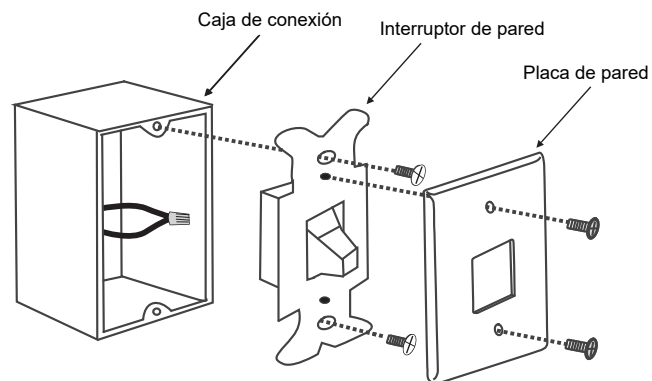

Fig. 22
**Paso 1.** Retire la placa de pared preexistente y el interruptor de pared de la caja de conexión preexistente. Desconecte los cables del interruptor. Conecte los cables NEGROS (calientes) y empuje los cables hacia atrás dentro de la caja de conexión en la pared (**Fig. 22**). O seleccione una ubicación deseada con una nueva caja de conexión en la pared.
**Paso 3.** Utilice los tornillos suministrados para instalar la placa de pared del transmisor (**Fig. 22**).